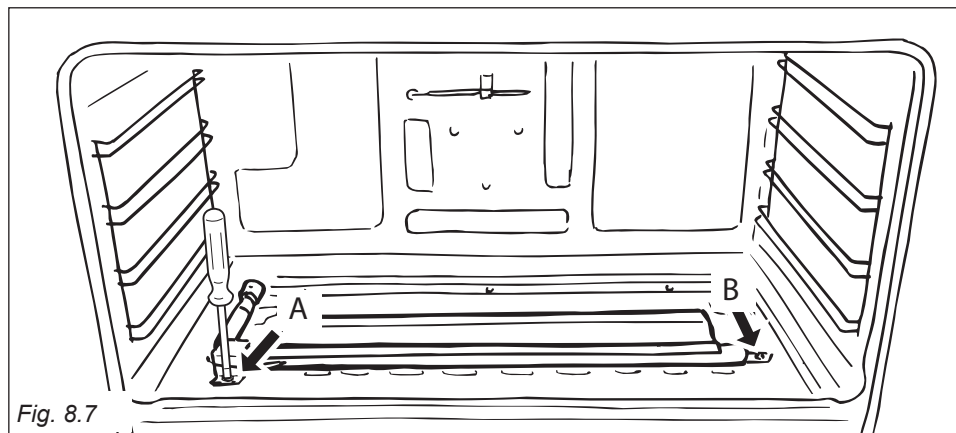

Fig. 8.7
- Svitare e togliere la vite "A" che fissa il bruciatore (fig. 8.7).
- Allentare la vite "B" (fig. 8.7).